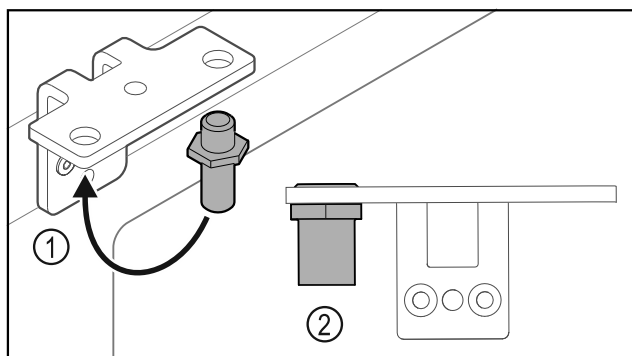

Fig. 24
- Flytta bulten Fig. 24 (1) i gångjärnsfästet.
- Dra åt bulten Fig. 24 (2) med ett vridmoment på 12 Nm.